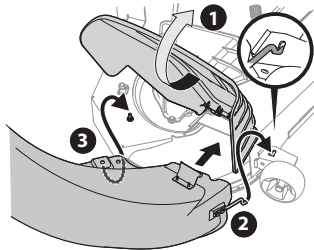

Figure 22
2. Faites tenir le déflecteur d'éjection en position relevée (voir Figure 22, 1) puis mettez la goulotte en place.
3. Insérez la tige de montage dans le trou du montant de roue. Voir Figure 22, 2.
4. Enfilez le trou situé du côté gauche de la goulotte sur le goujon qui dépasse du plateau de coupe, comme illustré à la Figure 22, 3.